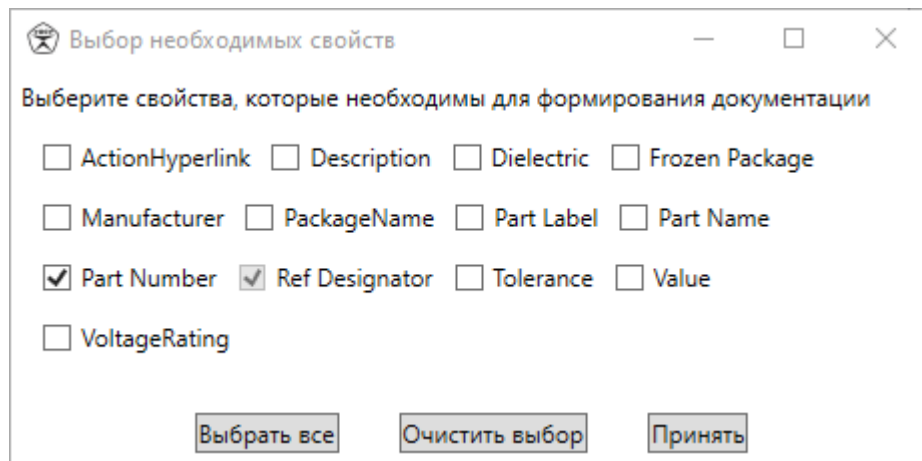

Рисунок 19
- 3) В меню «Файл» выберите следующие пункты: Импорт данных → Mentor Graphics → DxDesingner Schematic (рисунок 19).
- 5) После этого будет предложено выбрать, какие свойства необходимо импортировать для дальнейшей работы (рисунок 19).